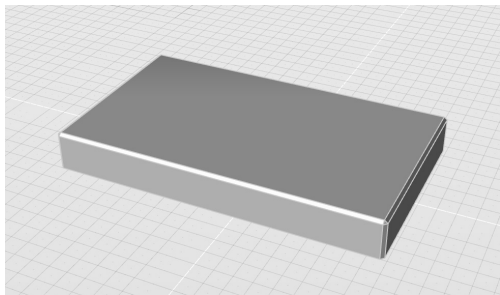

图 7-21 将坐垫独立显示
1) 单击沙发坐垫, 按〈I〉键将其独立出来, 如图 7-21 所示, 并切换至多边形状态。